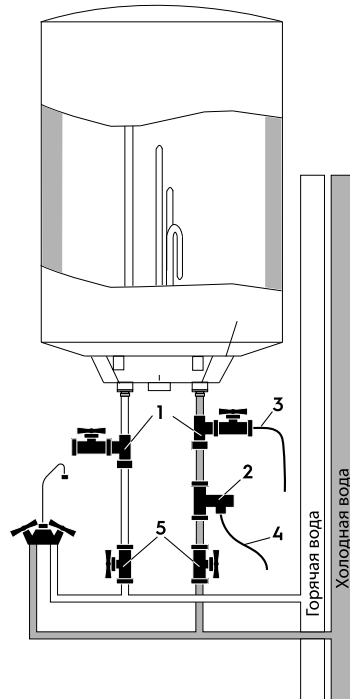

Рис. 4
Для подключения водонагревателя к водопроводу применяются трубы диаметром G1/2. Подключение обратного предохранительного клапана (рис. 4, поз. 2): клапан следует устанавливать в месте входа холодной воды (удостоверьтесь, что гибкая сливная трубка (рис. 4, поз. 4) установлена, на отверстие спуска давления и слива воды и направлена вниз в специальный дренаж для удаления воды). При подключении к системе водоснабжения необходимо предусмотреть и реализовать установку индивидуальных запорных вентилей (рис. 4, поз. 5) на линии подачи холодной воды в водонагреватель и на линии выхода горячей. Индивидуальные запорные вентили по линии горячей и холодной воды, должны быть в закрытом состоянии в период неиспользования водонагревателя, проведения профилактических и технологических работ на линии водоснабжения. Установка и правильное использование запорных вентилей является обязательным условием при предоставлении гарантийного обслуживания, а так же залогом длительной и безаварийной работы водонагревателя. Для упрощения процесса слива воды из водонагревателя рекомендуется на входе и выходе воды из водонагревателя установить тройники (рис. 4, поз. 1).
3. Предохранительный клапан следует устанавливать в месте входа воды (см. рис. 4).